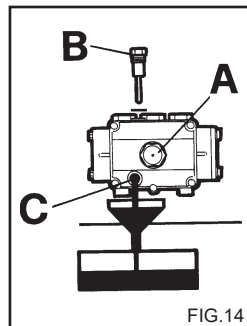

FIG.14
- 1) Skru opp drenskskruen på undersiden av pumpen (fig. 14 C).
- 2) Bruk peilepinnen til å skru av dekslet (fig. 14).